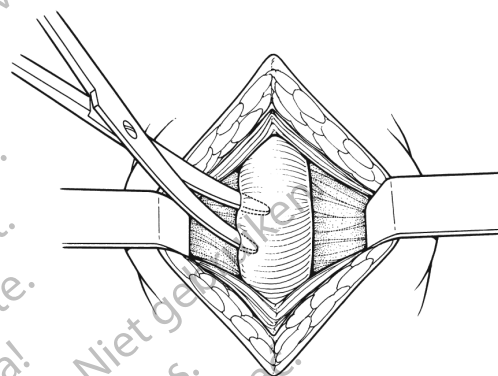

Figura 4-6. Dissezione del muscolo bulbocavernoso
2. Effettuare un'incisione perineale mediana ed effettuare la dissezione smussa del muscolo bulbo-cavernoso dall'area circostante l'uretra bulbare. (Figura 4-6)